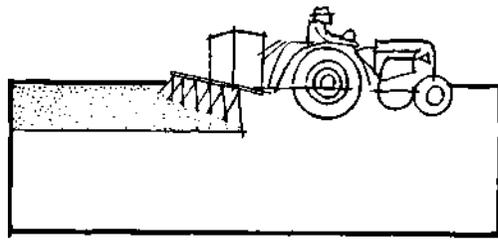

fig. 6
c) Pulverize a área marcada (fig. 6),